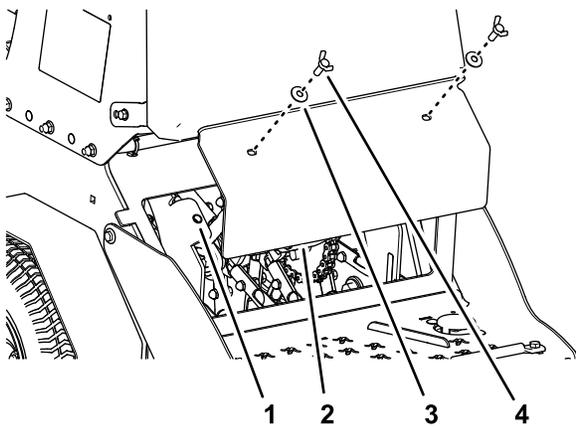

Рисунок 61
3. Удалите 2 барашковых винта ($\frac{3}{8}$ x 1 дюйм) с 2 шайбами ($\frac{3}{8}$ дюйма), которые крепят заднюю панель к ходовой части, и снимите панель (Рисунок 61).
- Совместите отверстия в задней панели с отверстиями в ходовой части (Рисунок 61).
- Прикрепите панель к ходовой части с помощью 2 барашковых винтов с 2 шайбами (Рисунок 61), снятых при выполнении пункта 3, и затяните болты с моментом от 37 до 45 Н·м.